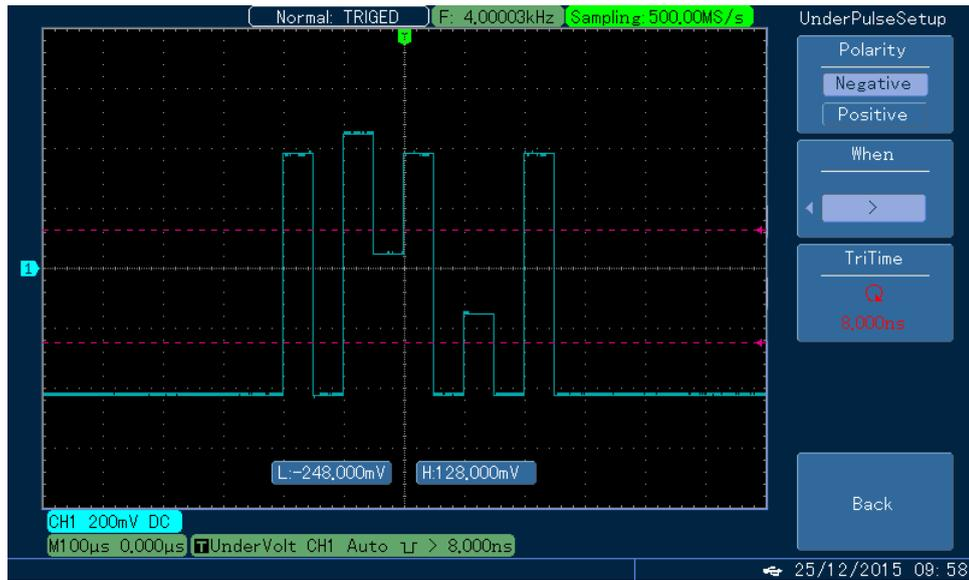

Fig. 3-13 Less Amplitude Pulse Trigger (음 극성)
4. 출력 조건 설정 : F5 를 눌러 "Pass/Fail" 메뉴의 첫 페이지로 돌아갑니다. 그 후 **F2**를 눌러 "Pass / Fail"포트 (오실로스코프 본체 뒤에 위치)와 Fail 시 부저 출력을 위한 판단 조건을 설정하십시오. 그런 다음 "Pass / Fail" 메뉴에서 **F1**을 누르면 Fig 3-13 과 같이 "Detection"상태가 열립니다.